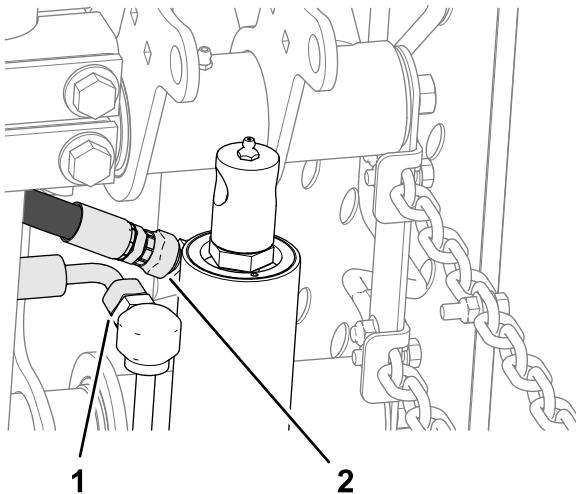

Figure 12
- Sur le vérin de levage, desserrez le raccord pivotant droit du flexible de retour et le raccord pivotant à 90° du flexible de levage (Figure 12).